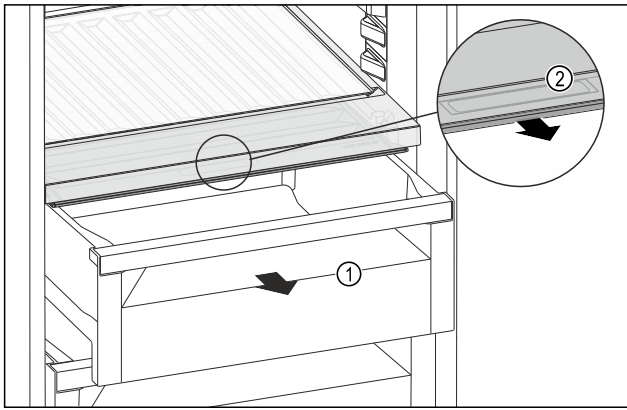

Fig. 113
- ▶ Schubfach Fig. 113 (1) herausziehen.
- ▶ Griffmulde Fig. 113 (2) am Fachdeckel anfassen und Fachdeckel gleichzeitig nach vorne ziehen.